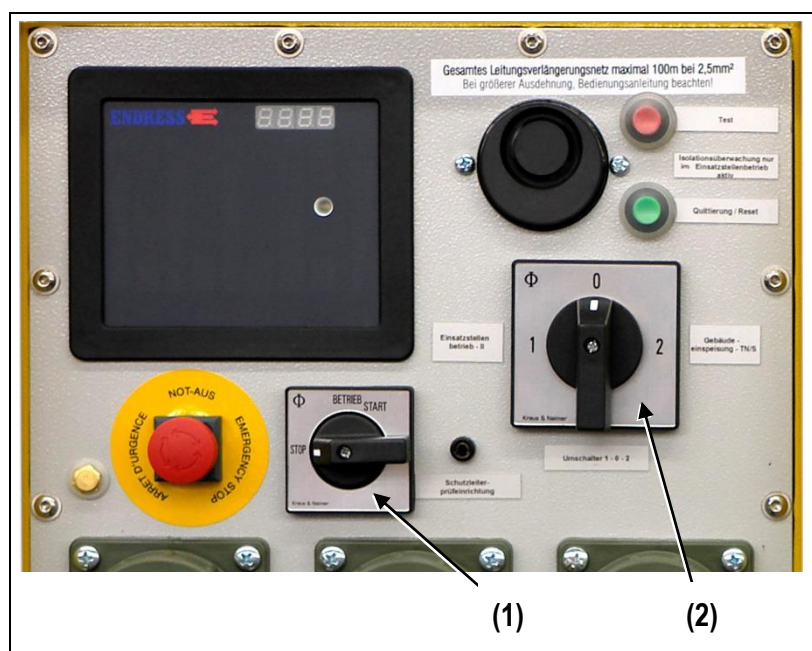

Fig. 5-2: Pannello di controllo versione II / TN-S
Selezionare in tal senso il modo di funzionamento “Funzionamento nel punto di impiego” sul commutatore (Fig. 5-2 (2))
3. Selezionare il modo di funzionamento "Alimentazione dell'edificio" sul commutatore (Fig. 5-2 (2)).